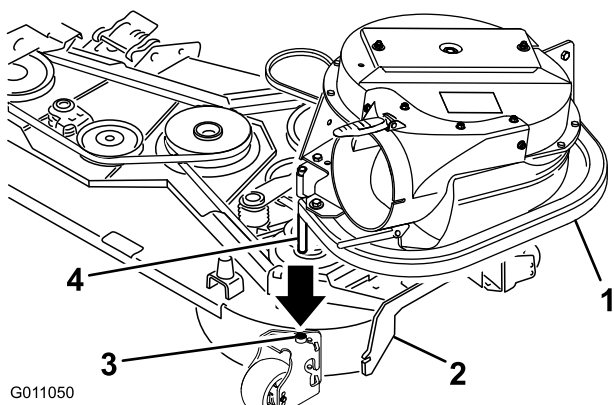

Figura 16
2. Coloque la clavija del conjunto del soplador en el taladro de pivote (Figura 16).